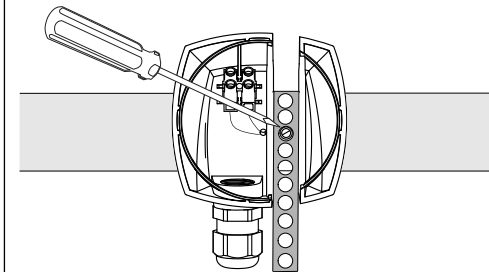

Bild 2 Metallband befestigen
4. Das Metallband mit der dafür vorgesehenen Schraube befestigen, wie in Abbildung *Bild 2* dargestellt.